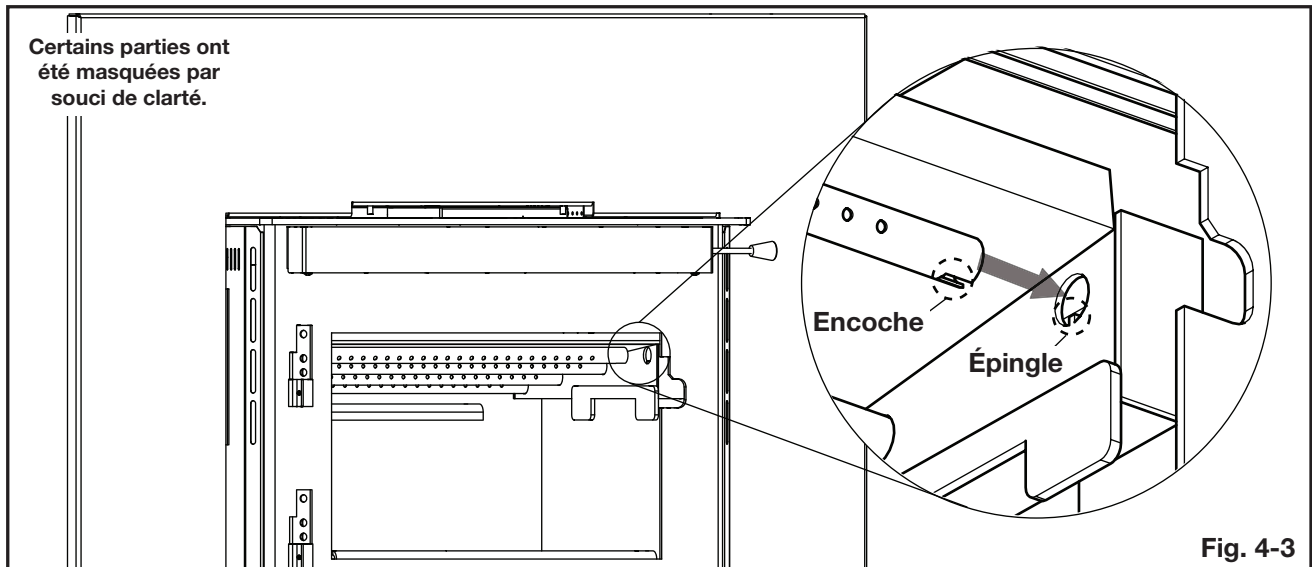

Fig. 4-3
2. Insérez le côté droit du tuyau d'air secondaire dans le trou dans **le côté droit** de l'appareil. Assurez-vous que l'encoche entre en contact avec l'épingle (**Fig. 4-3**).